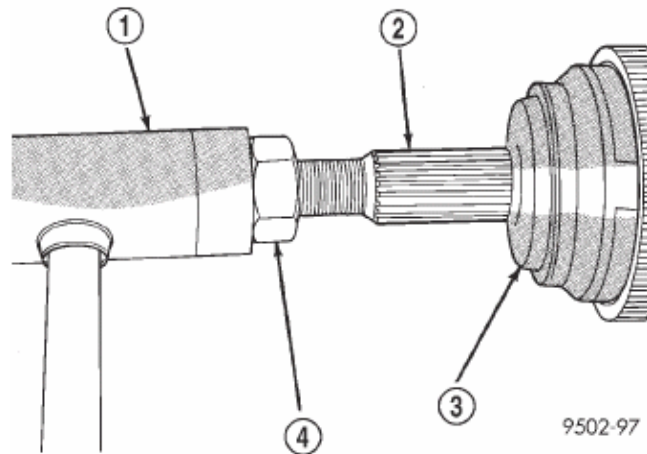

Fig. 45 Instalación de junta homocinética externa en el eje de interconexión
(2) Alinee las estrías del eje de interconexión con las estrías de la cruceta del conjunto de junta homocinética externa e introduzca la junta homocinética externa en el eje de interconexión.
(3) Instale el conjunto de junta homocinética externa en el eje de interconexión empleando un martillo **blando** para golpear el extremo de la mangueta (con la tuerca instalada) hasta que la junta homocinética externa quede completamente encajada en el eje de interconexión (Fig. 45).